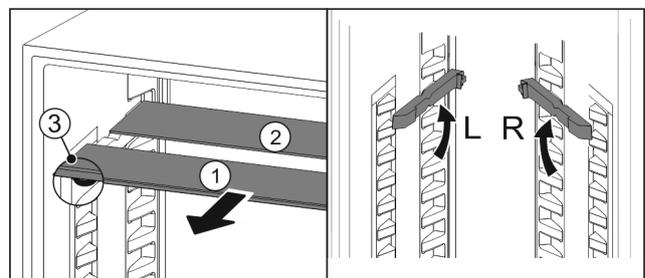

Fig. 58
- ▶ Glasplatten einzeln nach vorne herausziehen Fig. 58 (1).
- ▷ Glasplatte Fig. 58 (1) mit Zierleiste liegt vorne.
- ▷ Stopps Fig. 58 (3) zeigen nach unten.